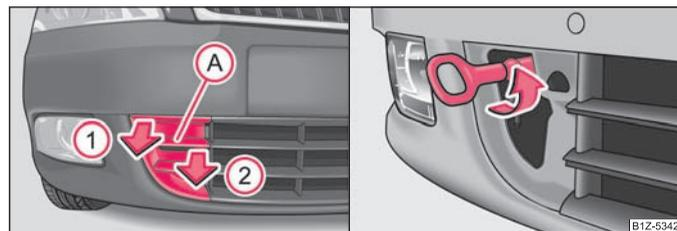
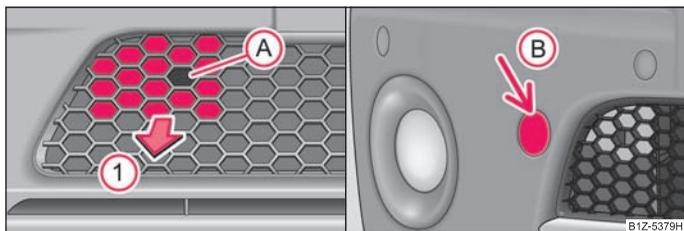

Fig. 182 Pare-chocs avant: Grille de protection / pose de l'oeillet de remorquage
Fig. 183 Pare-chocs avant Octavia RS: Grille de protection / Octavia Scout: Cache
- Insérez les doigts dans l'ouverture **A** ⇒ fig. 182.
- Visser manuellement l'oeillet de remorquage à fond vers la gauche ⇒ fig. 182 - à droite et serrer à fond. Pour le serrage, nous recommandons d'utiliser par ex. la clé de roue*, l'oeillet de serrage d'un autre véhicule ou un objet analogue que vous pouvez passer à travers l'oeillet.
- Introduisez un doigt dans l'ouverture (A) de la grille ⇒ fig. 183.
- Déverrouillez le cache en tirant dans le sens de la flèche (1) et sortez-le.
- Vissez l'oeillet de remorquage manuellement vers la gauche jusqu'à ce qu'il soit en butée ⇒ page 231, fig. 182 - à droite et serrer celui-ci aussi fermement que possible.
- Appuyez sur la partie supérieure du cache (B) et sortez-le.
- Vissez l'oeillet de remorquage manuellement vers la gauche jusqu'à ce qu'il soit en butée ⇒ page 231, fig. 182 - à droite et serrer celui-ci aussi fermement que possible. Pour le serrage, nous recommandons d'utiliser par ex. la clé de roue*, l'oeillet de serrage d'un autre véhicule ou un objet analogue que vous pouvez passer à travers l'oeillet.